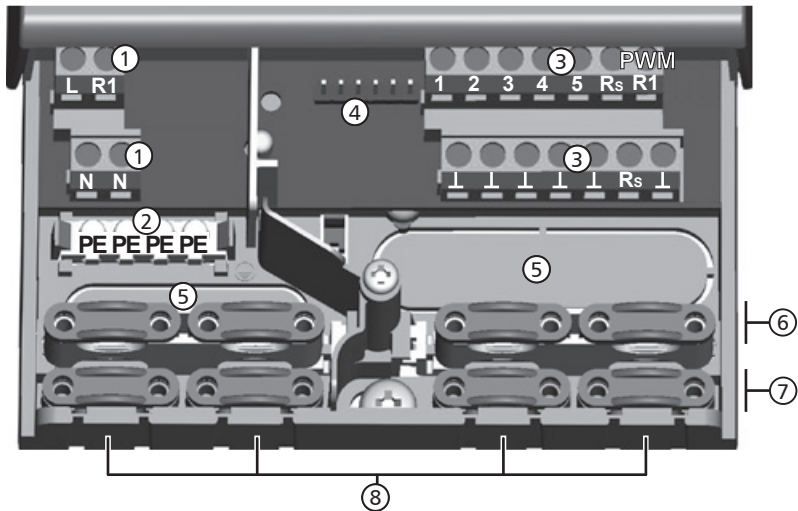

Fig. 3 : bornes de raccordement dans la partie inférieure du régulateur (cache-bornes retiré)
1. Dégagez les orifices de raccordement ⑤ (Fig. 3) à l'aide d'un outil adapté.
1. Découpez et dégagez les orifices de raccordement ⑥ (Fig. 3) nécessaires à gauche et à droite à l'aide d'un couteau adapté.